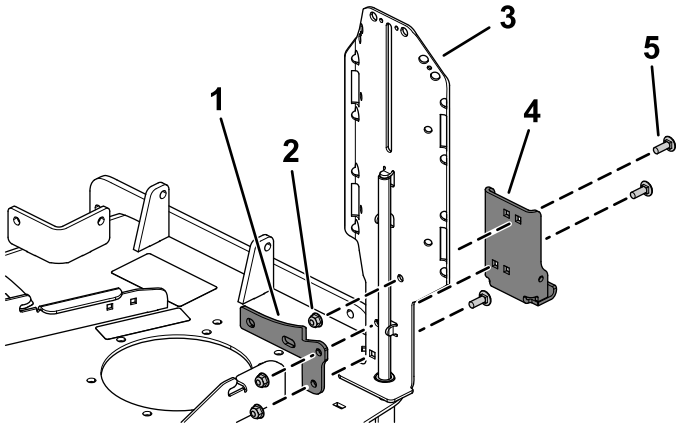

Figure 3
- Fixez la charnière du support et la patte de fixation au support du porte-seau à l'aide de 3 boulons de carrosserie (5/16 x 7/8 po) et 3 contre-écrous (5/16 po), comme montré à la Figure 3.